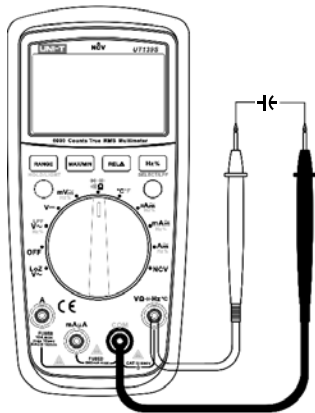

Рисунок 6
- 1) Установите поворотный переключатель в положение  Ω  Hz (Рисунок 6).